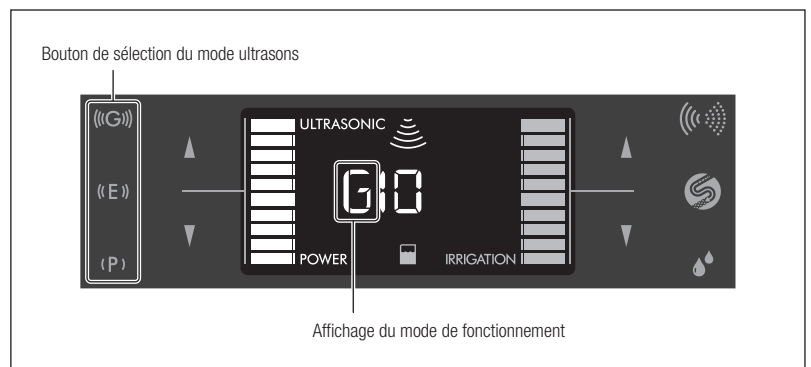

Fig. 19
- Appuyez sur le bouton de sélection du mode ultrasons pour choisir le mode. Le mode sélectionné s'affiche sur l'écran LCD sous la forme P/E/G (Fig. 19).